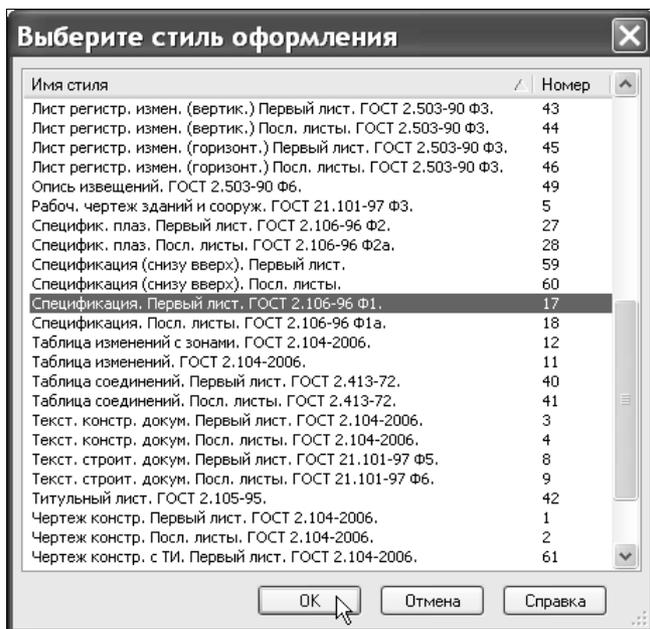

Рис. 9.84. Диалоговое окно Выберите стиль оформления
2. В появившемся диалоговом окне **Выберите стиль оформления** найдите пункт **Спецификация. Первый лист. ГОСТ 2.106-96 Ф1**. и нажмите кнопку **ОК** (рис. 9.84). Подтвердите выбор в окне **Параметры** также нажатием кнопки **ОК**. На экран будет выведен бланк спецификации, который можно заполнить простым набором с клавиатуры.